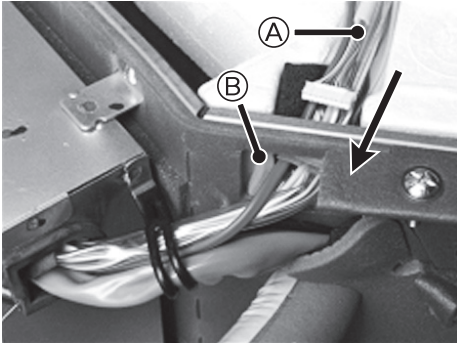

Fig. 4-2
- (1) Aksesuarlarla birlikte verilen kablolu bağlantı kablosunu çıkarın.
- (2) Kablolu bağlantı kablosunun iç ünite kumanda paneli konektörünü (beyaz) ana ünite YUVASI ok yönünde gösterildiği gibi geçirin. (Fig. 4-2)